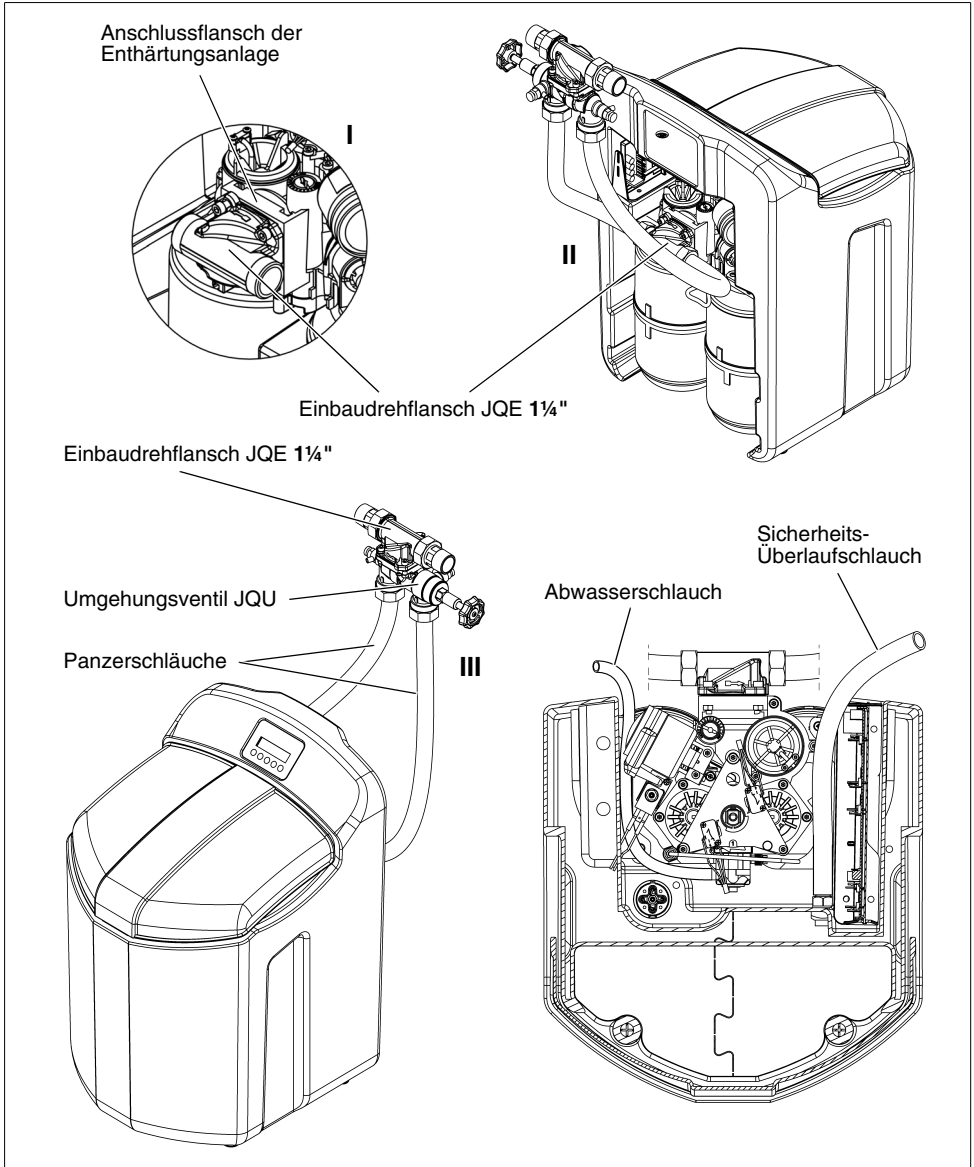

Abb. 6: Montage der Enthärtungsanlage
- Den Einbaudrehflansch JQE 1¼" mit dem Anschlussflansch der Enthärtungsanlage durch Einrasten des Bajonetts verbinden (siehe Abb. 6 I). Dabei den Fließrichtungspfeil am Einbaudrehflansch beachten!
- Die Panzerschläuche an den Einbaudrehflansch JQE 1¼" anschließen (siehe Abb. 6 II).
- Die freien Enden der Panzerschläuche mit dem Umgehungsventil JQU verbinden (siehe Abb. 6 III).